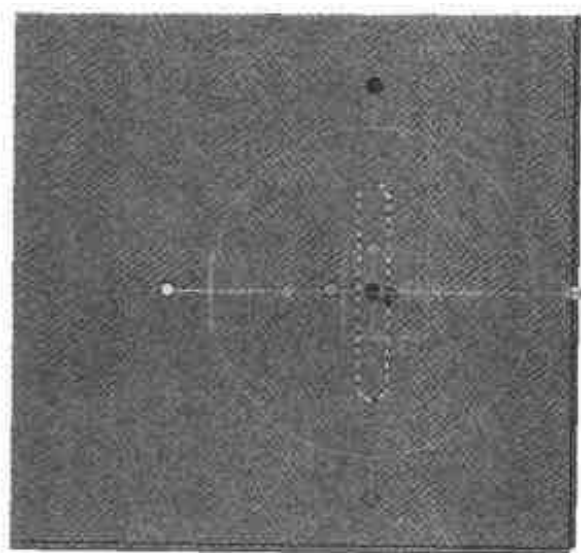

图 4.31 向右移动图素
- (7) 打开【三维球】，利用三维球将窄缝向右移动 42，结果如图 4.31 所示。